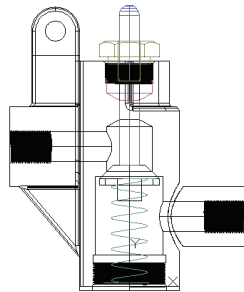

图 11-179 移动胶垫后的图形
4) 移动胶垫: 单击“修改”工具栏中的“移动”按钮 , 以坐标点 (0,0,0) 为基点, 沿 Y 轴移动, 第二点坐标为 (0,-2,0)。如图 11-179 所示。